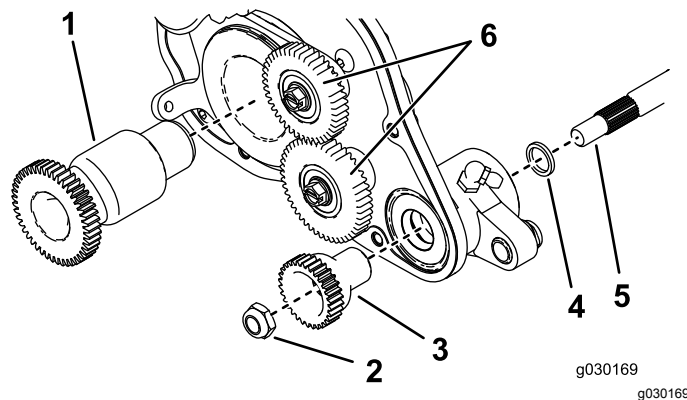

Figura 10
4. Aplique grasa a la junta del soporte del cojinete de la transmisión y al extremo acanalado del eje del groomer (Figura 10).
6. Deslice el extremo acanalado del eje del groomer en el soporte del cojinete del conjunto de la transmisión (Figura 10).
8. Sujete el engranaje al eje del groomer con la contratuercas del engranaje arrastrado (Figura 10).
13. Sujete el engranaje de arrastre del groomer al eje del molinete, en el lado derecho del molinete (Figura 10), y apriete a 170 N·m.